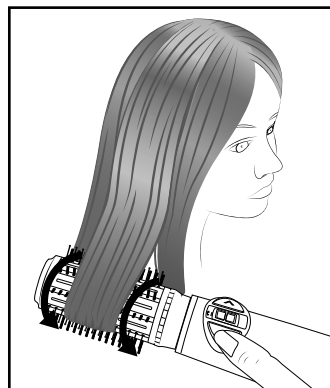

Abb. 1
- 5) Halten Sie die Rotationstaste **2** > / **7** < gedrückt, so dass die Rundbürste **8/9** beginnt sich zu drehen. Setzen Sie mit der Rundbürste **8/9** bei den Haarspitzen an, verteilen Sie dabei die Strähne über die Länge der Rundbürste **8/9** (siehe Abb. 1). Durch die Drehbewegung wird die Strähne aufgewickelt. Lassen Sie die Rotationstaste **2** > / **7** < los, bevor der Haaransatz erreicht wird. Die Bürste hört auf sich zu drehen.